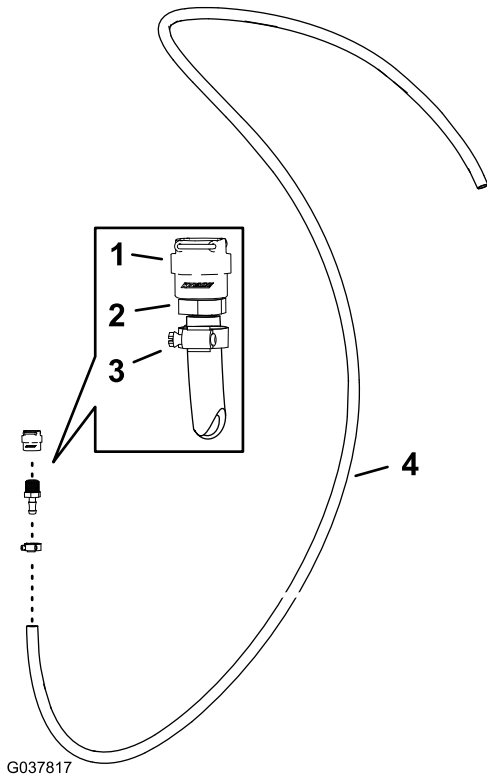

Bild 93
1. Befestigen Sie das Schnellkupplungsanschlussstück (Fassung) mit der Klemme, die Sie in Entfernen der Spritzpistole vom Zulaufschlauch \(Seite 19\) entfernt haben, am geraden, gezahnten Anschlussstück (1/2") am Schlauch (1,3 cm x 762 cm), wie in Bild 93 abgebildet.